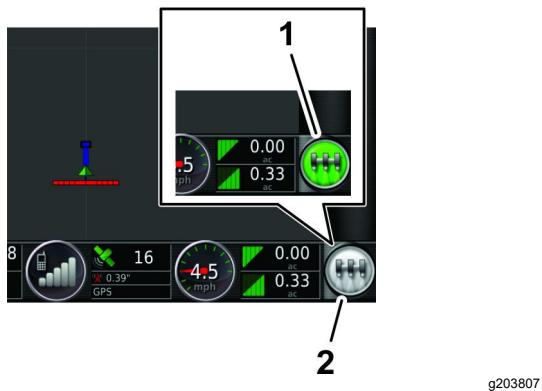

Рисунок 204
- На управляющей консоли GeoLink нажмите значок MASTER SWITCH (Главный выключатель) (Рисунок 204), чтобы установить его в положение On (Вкл.) (зеленый).